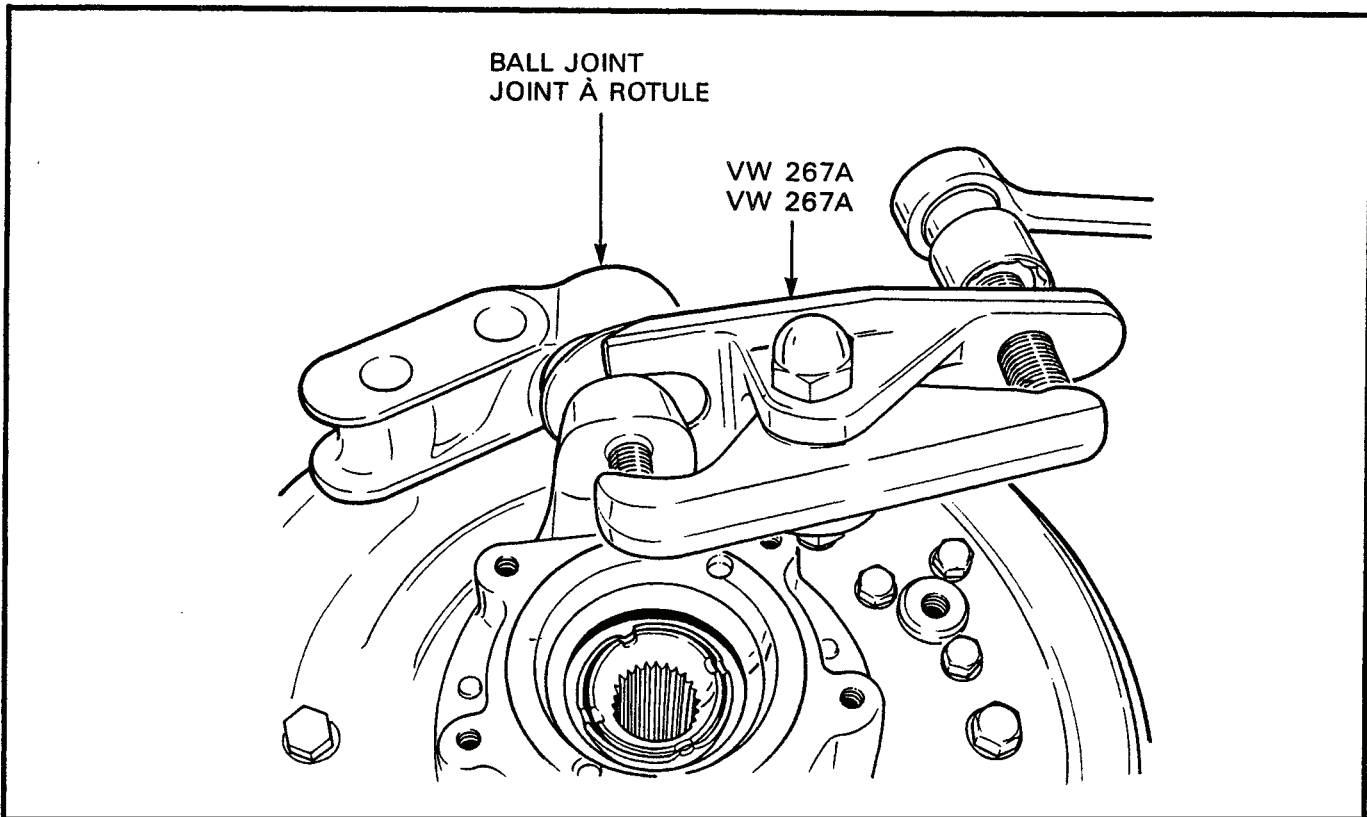

Figure 3-4-8 Removal of Ball Joint from Hub Carrier
- j. Using remover VW267A, remove the ball joint from the hub carrier, see Figure 3-4-8.
- j. Au moyen de l'extracteur VW267A, enlever le joint à rotule du support de moyeu. Voir figure 3-4-8.